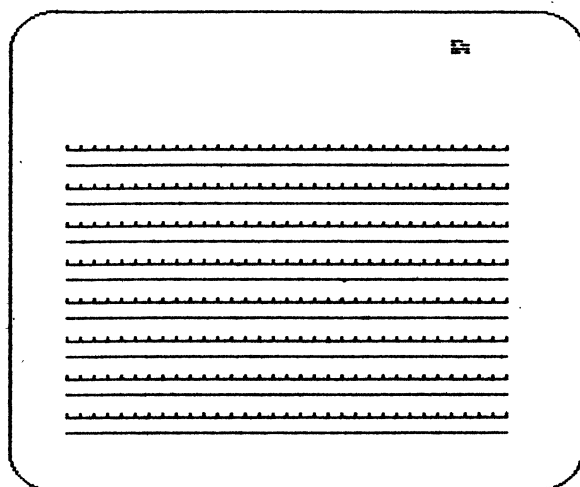

РИС. 3
6.2.3. Нажмите одновременно клавишу ВХОД и БЛК на системном блоке. При этом должен погаснуть индикатор "РУС", а на экране телевизора появится незаполненная "карта загрузки" ОЗУ (см.рис.3).
6.2.5. Если во время ввода информации изображение стирается и появляется незаполненная "карта загрузки" ОЗУ (см.рис.3), то необходимо повторить ввод (см.п.п.6.2.2-6.2.4). Причиной ошибок при вводе обычно является неисправность магнитофона.